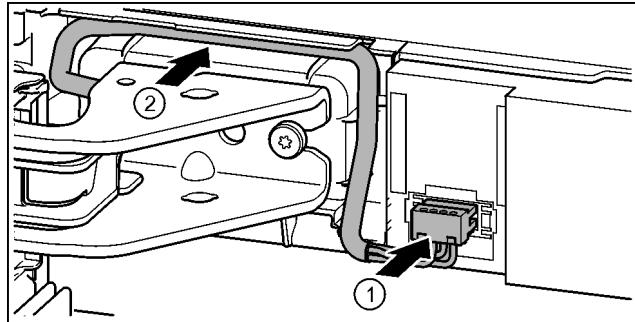

Fig. 37
- Encage el conector sobre el soporte de cojinete superior y coloque cuidadosamente los hilos de cable en el canal. *Fig. 37 (1)*
- Coloque cuidadosamente el cable gris en la guía sobre el soporte de cojinete superior. *Fig. 37 (2)*